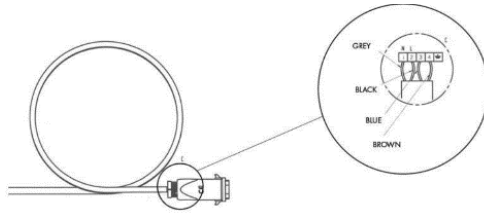

fig.11
- réaliser les raccordements électriques nécessaires selon le schéma indiqué sur la fig. 11 ;